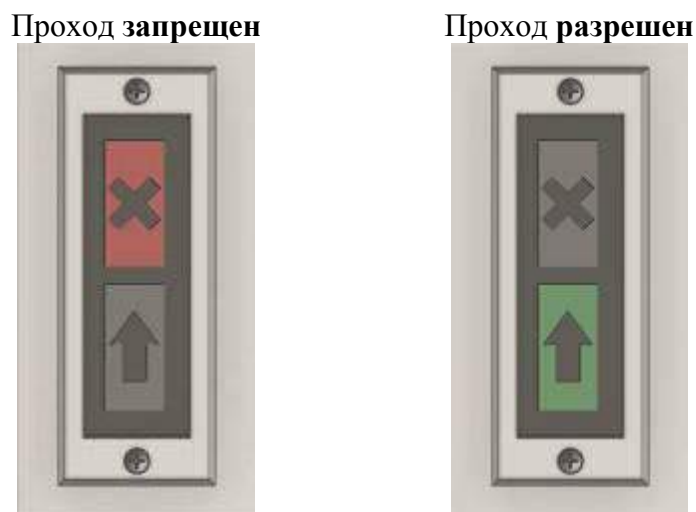

Рис. 7 - Отображения статуса турникета на индикации
1.4.2.3. С момента начала поворота ротора на табло индикации высвечивается индикация (см.рисунок 7) красного цвета (горит «><»).